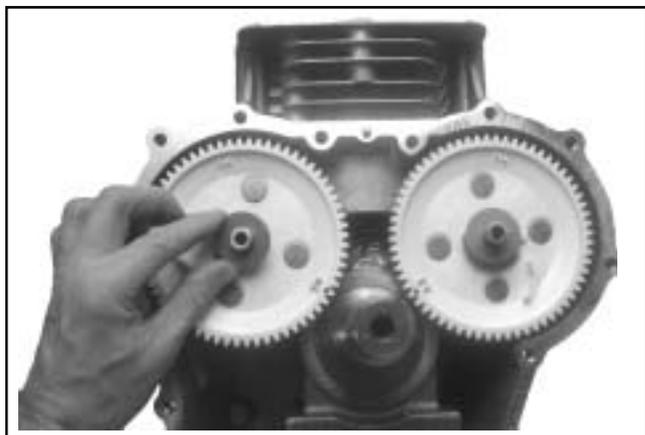

Figura 10-26. Installazione di ingranaggio della camma di aspirazione e rondella reggispinta.
1. Sollevare la leva della camma di aspirazione ed installare l'ingranaggio della camma di aspirazione sull'albero a camme di aspirazione, inserendo il perno guida superiore nella scanalatura. Ruotare l'ingranaggio e l'albero in modo che il segno di fasatura "IN" sull'ingranaggio si trovi in posizione ore 4. Installare la rondella reggispinta sull'albero a camme. Vedere Figura 10-26.